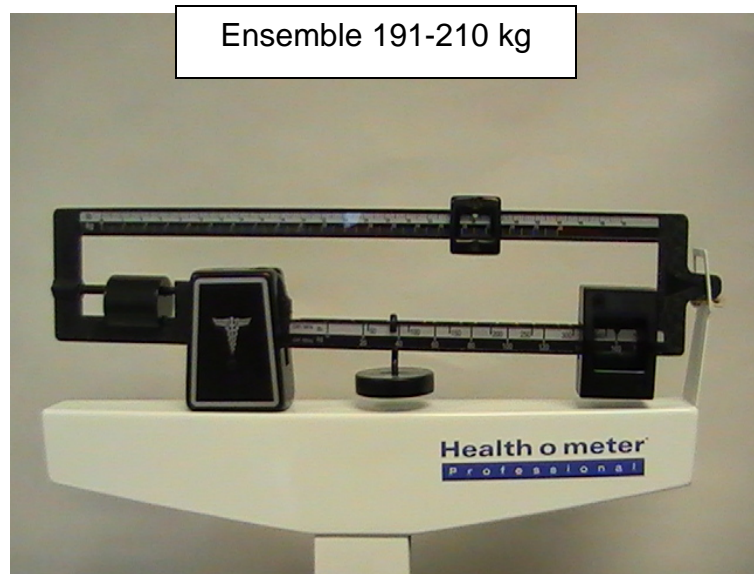

Figure 20
5. Lorsqu'un patient pèse entre 191-210 kg, placez le curseur inférieur à 160 kg. (voir la figure 20 à la page 20)